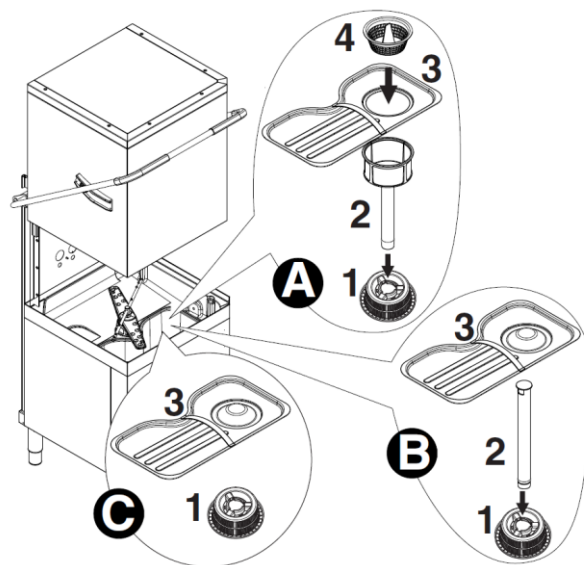

Рис. 17 - Фильтры и переливная трубка
Для версии с дополнительной системой фильтрации (FS) проверить, что аспирационный фильтр насоса «1», фильтр бака «2», плоский фильтр «3» и круглый кассетный фильтр «4» установлены правильно («А» - рис. 17).
В версиях без дополнительной системы фильтрации (FS) и без дренажного насоса проверить, что аспирационный фильтр насоса «1», переливная трубка «2» и плоский фильтр «3» установлены правильно («В» - рис. 17).
что аспирационный фильтр насоса «1» и плоский фильтр «3» установлены правильно («С» - рис. 17).